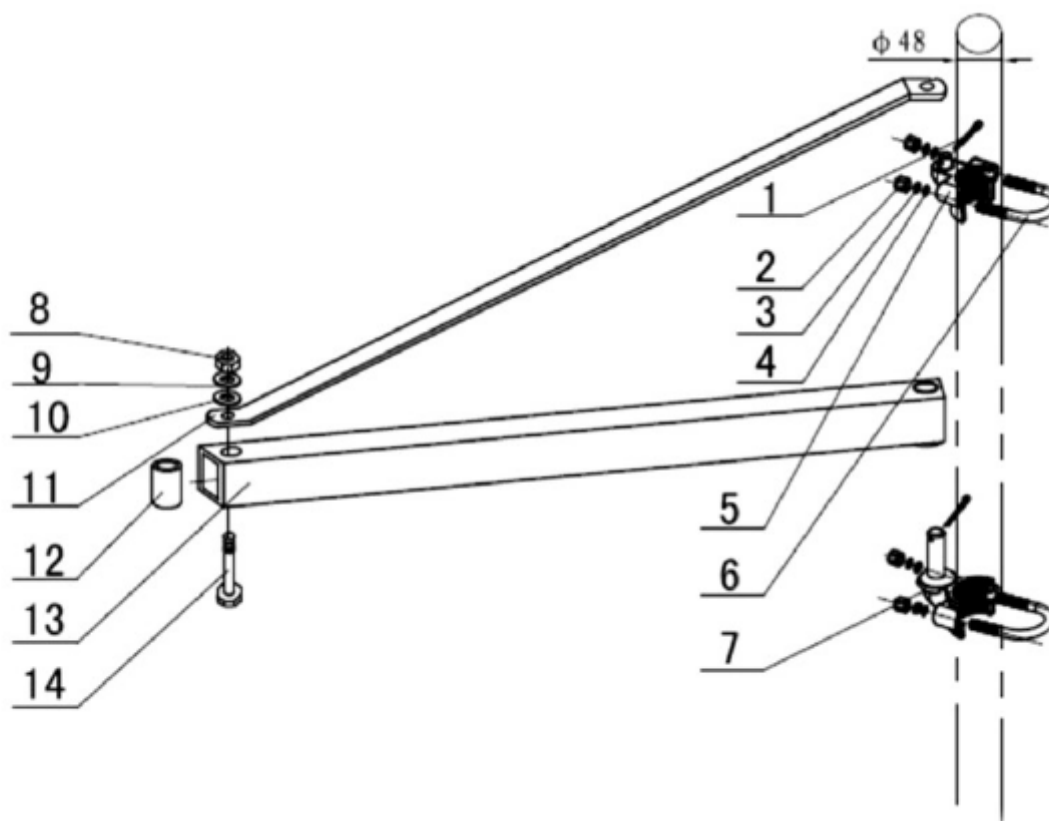

Figur 1. Enhet: mm.
2. Monteringsätt för lyftarmens sträckning och lastvikten kan ses i figur 1.
Fel installationsmetod som visas i illustrationen nedan kan orsaka deformation av ramen som påverkas av felbelastning. I allvarligt tillstånd kan lasten falla och skadas, vilket kan allvarligt skada människor eller egendom. Korrekta installationsmetoder kan ses i figur 1 på sida 5.
6. Välj en lämplig plats för vinschen och installera den som visas i figur 1. Fästet ska fästas innan installationen för att undvika att vinschen glider till vänster eller höger under installationen.